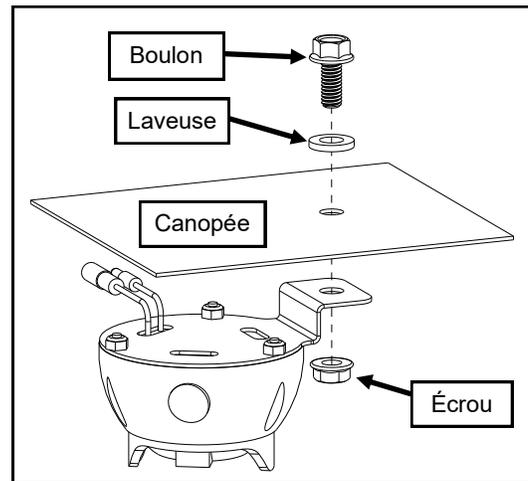

Fig. 4
4. Attachez la lumière du dôme à la verrière avec un boulon de 5/16-18 x 3/4, une laveuse en nylon et une noix comme le montre la figure. 4.